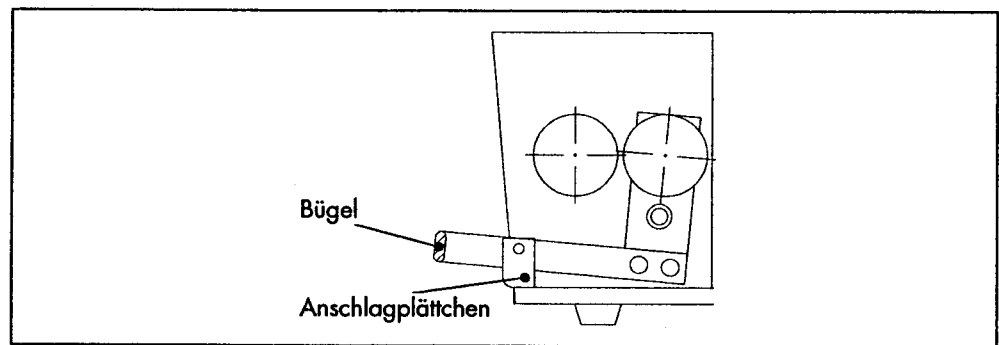

Fig. 18 Andrückrolle schliessen
- 3 Andrückrolle durch Anheben des Bügels lösen. Der Bügel sollte durch das Anschlagplättchen (siehe Fig. 18) abgestützt sein.